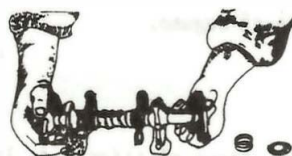

Fig. 6
PASO 3: Saque las arandelas de los retenes en los extremos de eje de balancines (fig. 6).